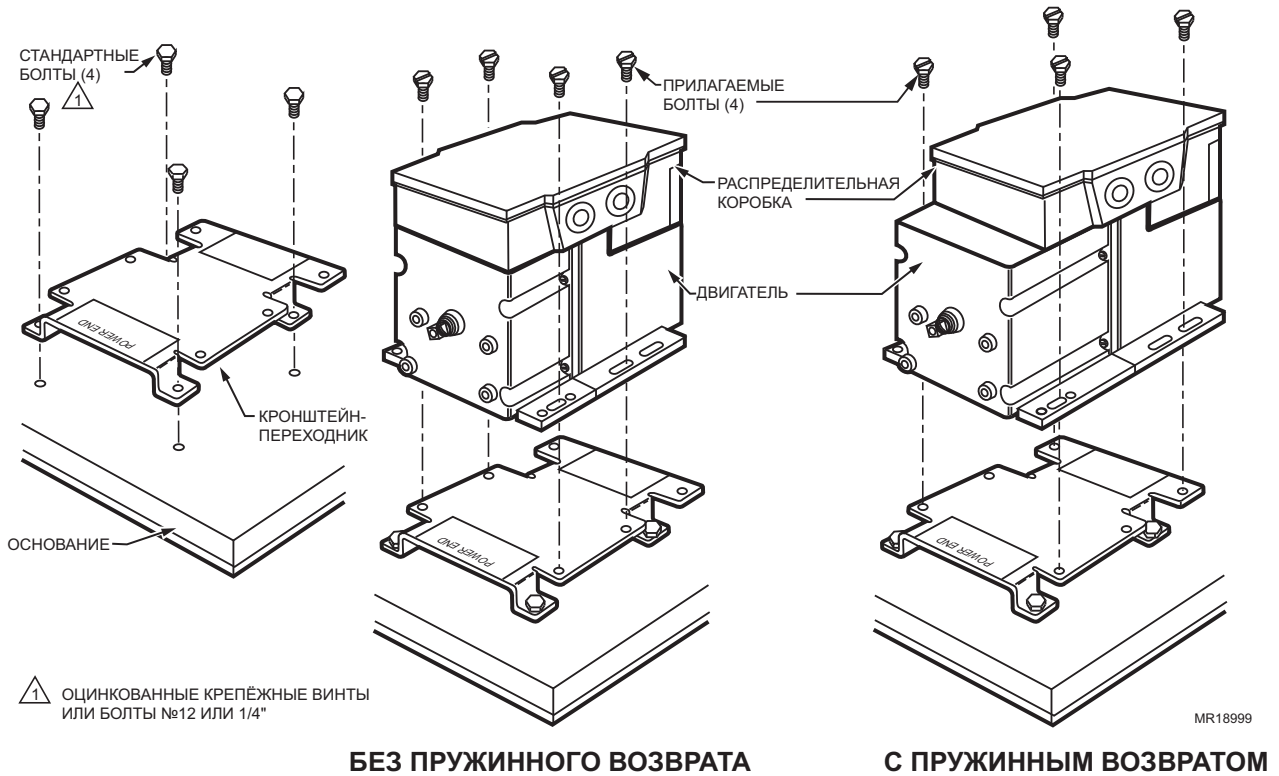

Рис. 3. Монтаж двигателя с использованием кронштейна-переходника.
2. С помощью прилагаемых болтов установите двигатель, используя резьбовые отверстия на кронштейне. См. рис. 3.